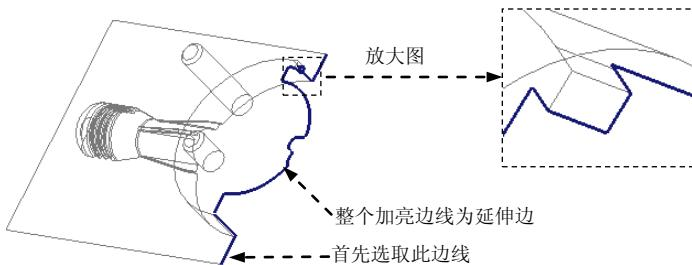

图 10.17 选取延伸边
(1) 选取图 10.17 所示的边线。
注意：必须随着选取的第一条线段，按住 Shift 键，依次选取图 10.17 中所加亮的线段，线段之间不能间隔，否则无法选取加亮线段。